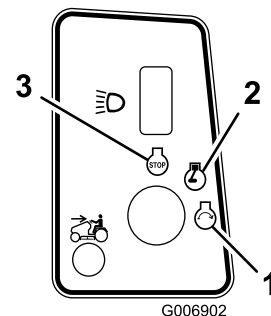

Figura 11
5. Girate la chiave di accensione in senso orario e tenetela in posizione Start (Figura 11). Rilasciatela quando il motore si accende.
- Prima di scendere dalla postazione di guida ruotate la chiave di accensione su Off, attendete che si fermino tutte le parti in movimento e togliete la chiave di accensione. (Figura 11).